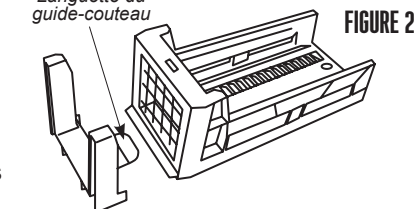

FIGURE 3
3. Avec les languettes du poussoir pointant vers le haut et les protubérances du poussoir dirigés vers l'extérieur, placer le poussoir à plat sur la face de la manette à cliquet et glisser vers le haut pour installer. Les fentes sur le poussoir s'aligneront aux fentes sur la manette à cliquet. Le poussoir s'enclenche en place (**FIGURE 3**).